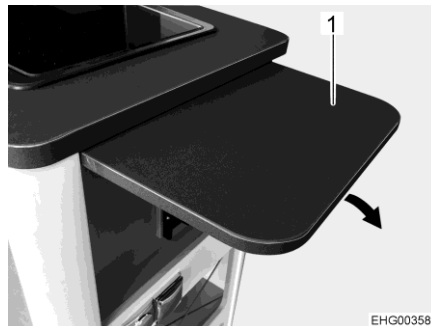
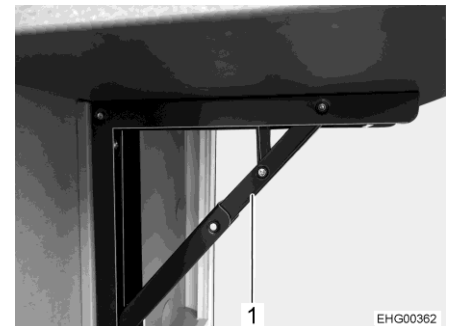

Fig. 26 Mesa de bar plegable
Fig. 27 Soporte
- Plegar la encimera del bar (Fig. 26,1) hacia arriba, hasta que engatille el soporte (Fig. 27,1).
- Plegar el soporte (Fig. 27,1) hacia dentro y plegar la encimera del bar (Fig. 26,1) hacia abajo.